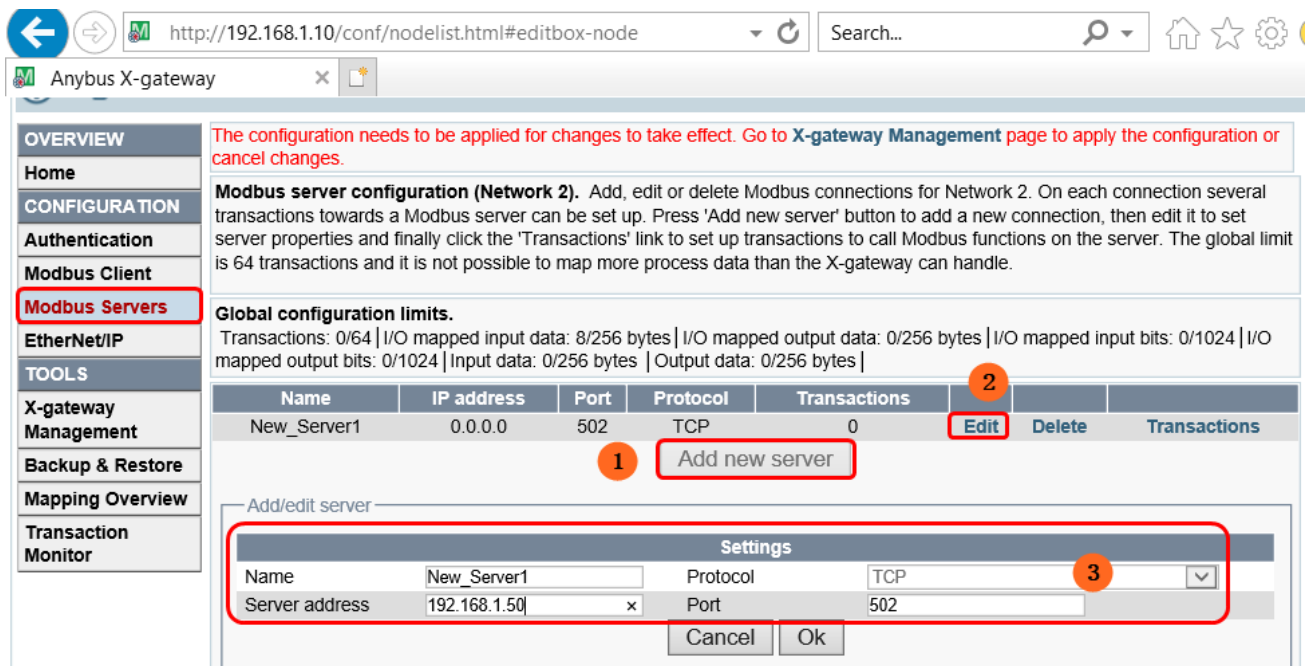

图 2-8 添加从站设备
6. 点击界面中“Add new server”按钮，在新添加的设备中点击“Edit”选项，在下侧的“Settings”界面中设置从站设备名称和地址，如图 2-8 所示。